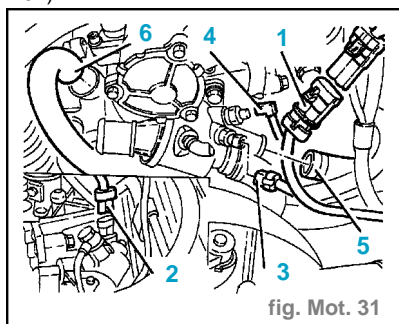

fig. Mot. 31
- Déconnecter le raccord électrique (3) du capteur d'angle de la came.
- Déconnecter le raccord électrique (4) de la soupape électrique EGR.
- Déconnecter les raccords électriques (5) de la centrale de préchauffage des bougies.
- Déconnecter le raccord électrique (1) d'alimentation du démarreur. (fig. Mot. 31)